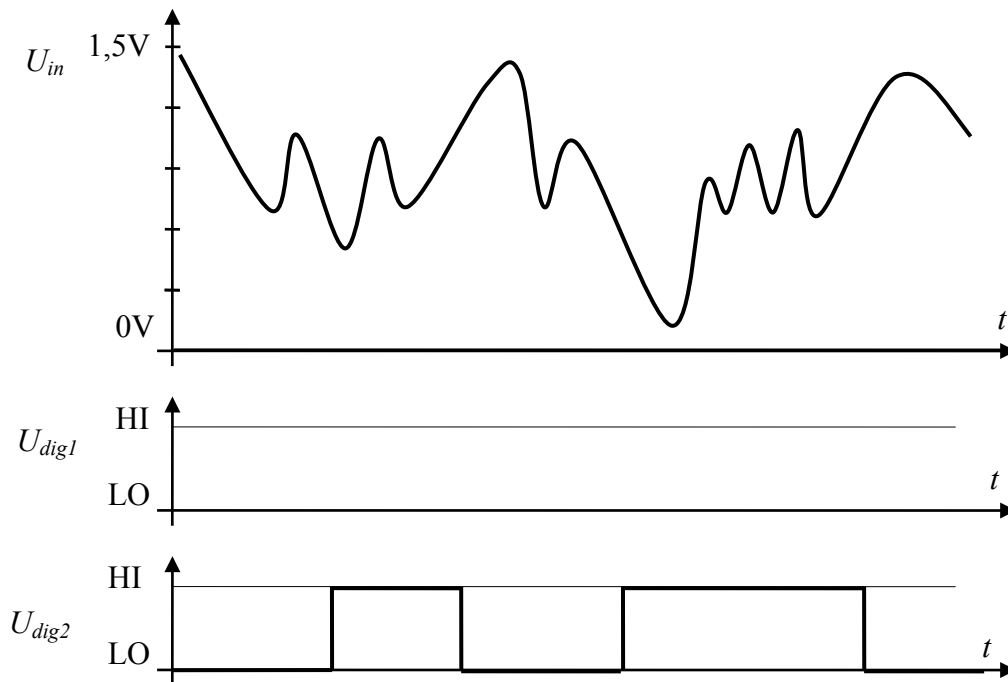

Abbildung 2.1
In Abbildung 2.1 ist ein analoger Spannungsverlauf  $U_{in}$  gegeben.
- (a) Dieses Signal  $U_{in}$  wird an einen Eingang eines digitalen Gatters mit Schwellwert  $U_{th} = 0,9V$  (ohne Hysterese) gelegt. Ergänzen Sie in Abbildung 2.1 den Spannungsverlauf  $U_{dig1}$  nach der Digitalisierung!